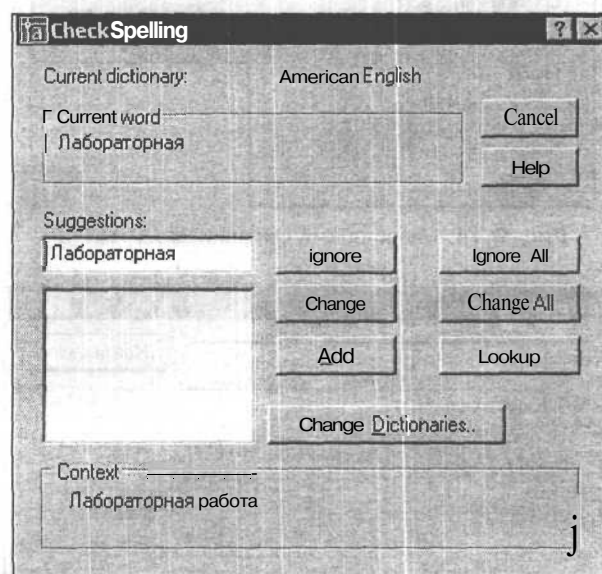

Рис. 9.16. Диалоговое окно настройки проверки орфографии
2. Выберите проверяемый текст и для завершения выбора нажмите клавишу <Enter>. Появится диалоговое окно **Check Spelling** (Проверка орфографии) (рис. 9.16).